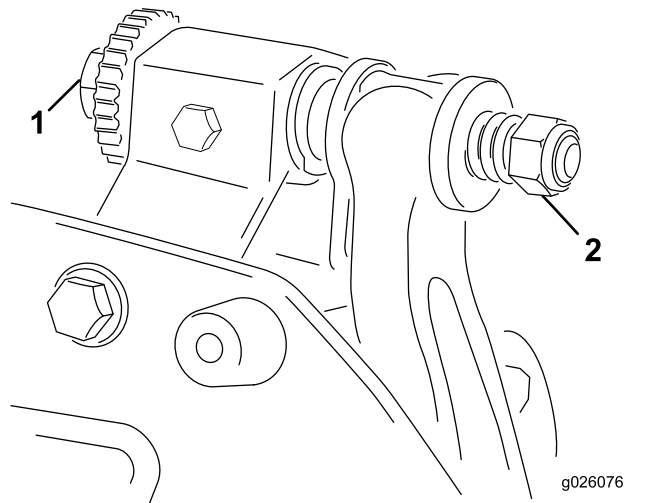

图4
- A. 顺时针旋转底刀架调节螺丝 图4 一次调整一格直到感觉并听到轻微的接触。
6. 向右转动底刀架调节螺栓 图4 通过左右滑动薄垫片直至感到薄垫片上存在轻微的压力。取出薄垫片。